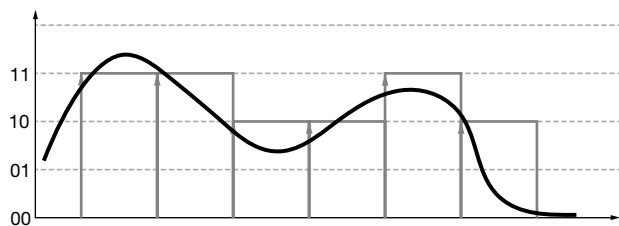

Figura 6b. Questo segnale analogico è stato quantizzato e ricondotto a soli quattro valori: 00, 01, 10, 11.
Nel caso ipotetico di due soli bit, il segnale può assumere soltanto quattro valori, come mostra la figura 6b: tutti e due aperti (00), primo aperto e secondo chiuso (01), primo chiuso e secondo aperto (10), tutti e due chiusi (11). Se il numero di bit è più elevato, l'errore di quantizzazione è più piccolo.